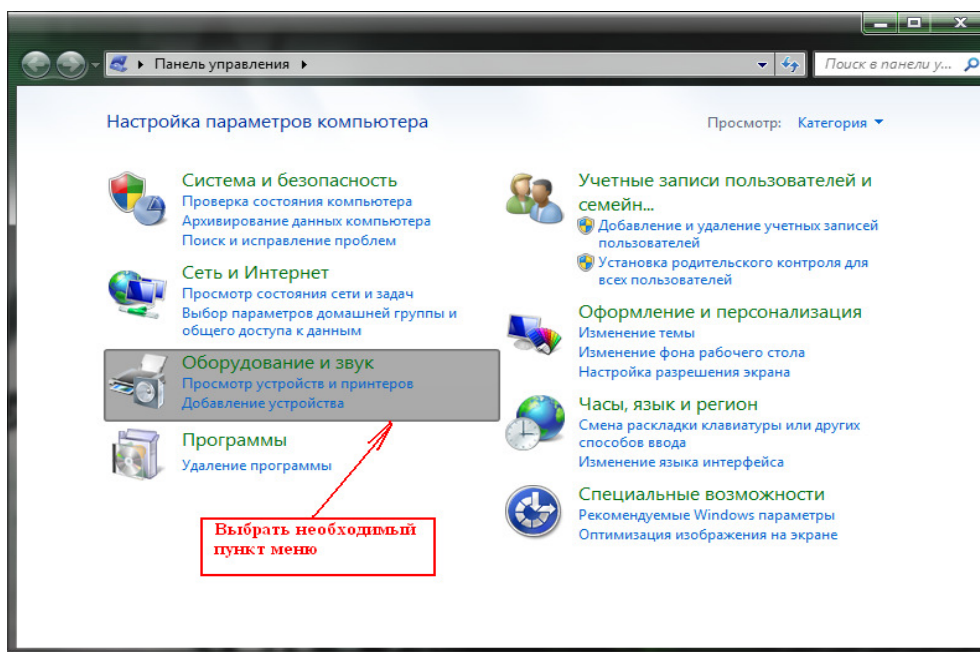

Figure 12 Окно «Панель управления»
- В окне «Панели Управления» выбрать меню «Оборудование и звук» см. рисунок **Figure 12**.